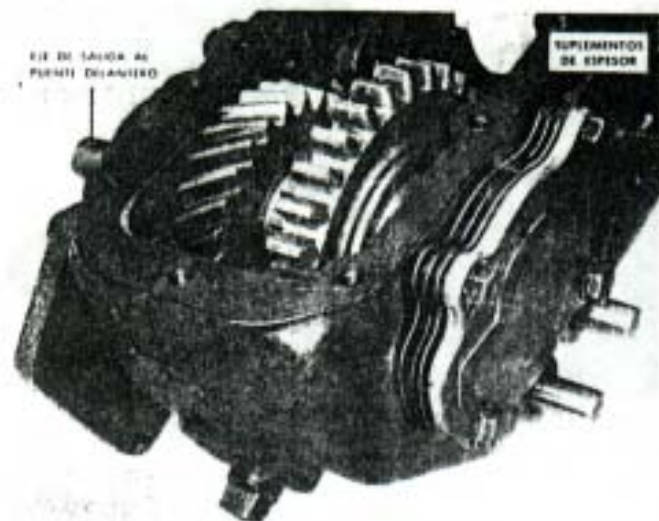

Fig. 294. - Extrayendo la tapa trasera del eje de salida delantero.
- 12) Desmontar los bulones de la tapa trasera del eje de salida delantero y retirarla conjuntamente con los suplementos de espesor (Fig. 294).
- 13) Con un martillo plástico golpear sobre el frente del eje de salida (Fig. 294) con lo que se expulsará la cubeta del cojinete trasero.
Colocar los suplementos de ajuste, la tapa y los bulones con arandelas (Fig. 294). Apretarlos a una torsión de 3,87-4,15 mkg (28-30 pie-lbs).